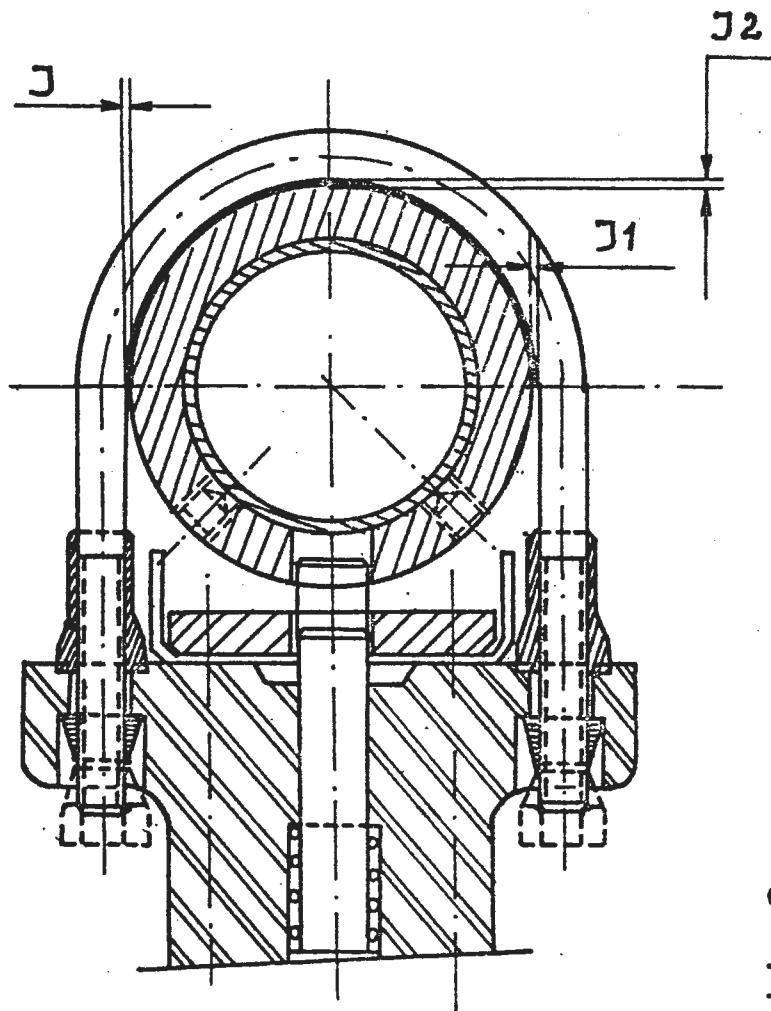

Abb. 3
Schrauben mit der Lenksäule in Kontakt bringen. Dann 2-2 $\frac{1}{2}$ Umdrehungen durchführen und dabei die in Abbildung 3 angegebene Reihenfolge des Anziehens einhalten.
- e) Haltebügel, versehen mit Kontermuttern aufsetzen und verschrauben. Am Punkt des geringsten Spiegels (J 2) ist ein solches von 1 bis 2,25 mm einstellen, d.h. wenn sich die Verriegelungsbohrung in der Hülse - durch drehen des Lenkrades - oben befindet. Das Spiel bei J und J¹ muss 1 mm mindestens betragen. (s. Abb. 3)